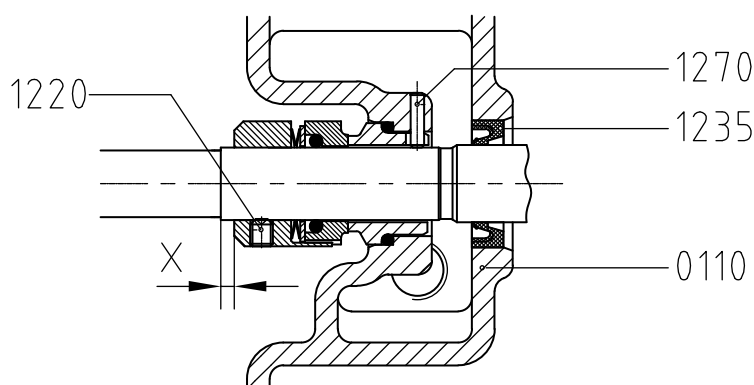

Figura 15: Reglajul garniturii mecanice M7N.
- 6 Reglați partea rotativă a garniturii mecanice la distanța X (a se vedea figura 15 și tabelul corespunzător) și fixați-o strângând șurubul de reglare (1220).